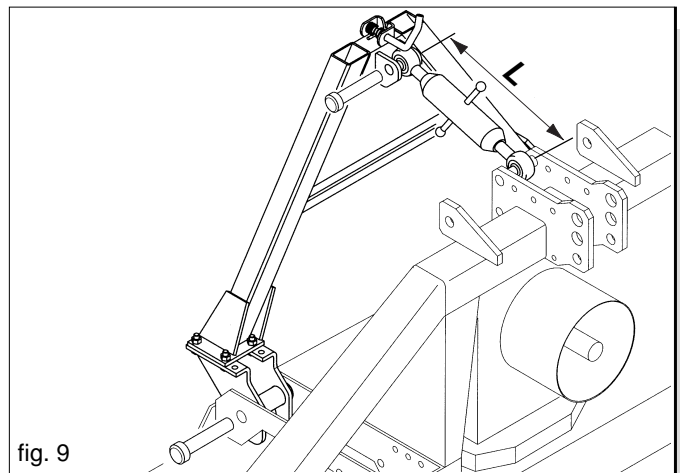

fig. 9
Con la seminatrice viene fornito il triangolo per l'aggancio e lo sgancio rapido della seminatrice dall'attrezzatura a cui viene accoppiata. Il triangolo viene montato stabilmente sull'attrezzatura (fig. 9). Per garantire il corretto accoppiamento della seminatrice alle attrezzature MASCHIO (vedi Tabella 2) registrare la lunghezza (L) del tirante terzo punto come indicato in Figura 9.